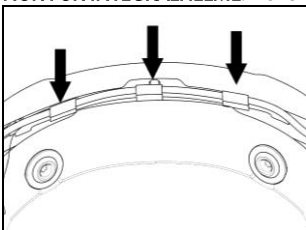

Abb. 34
- Positionieren Sie das Verkabelungssystem und die Antenne im vorderen Bereich des Helms (Abb. 34).